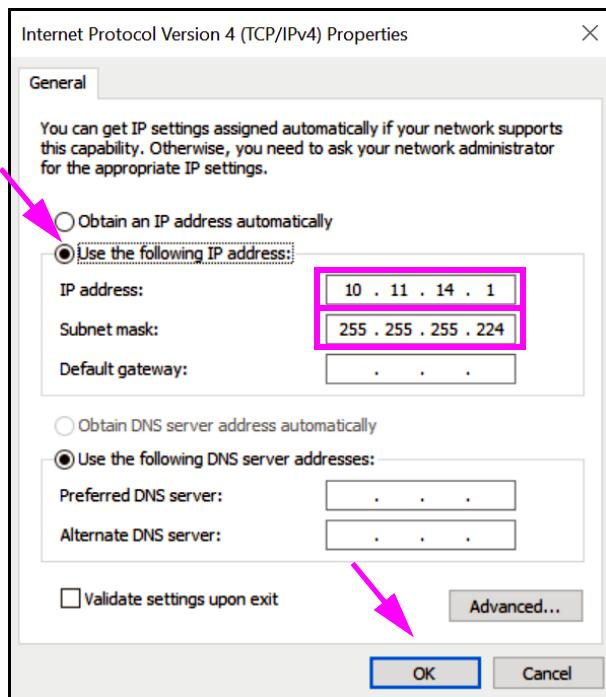

Figura 2-49. Ecrã Properties (Propriedades) do Internet Protocol Version 4 (TCP/IPv4) [Protocolo IP Versão 4 (TCP/IPv4)]
- Neste ecrã, selecione **Use the following IP address: (Utilizar o seguinte endereço IP:)**. Consulte a figura 2-49.